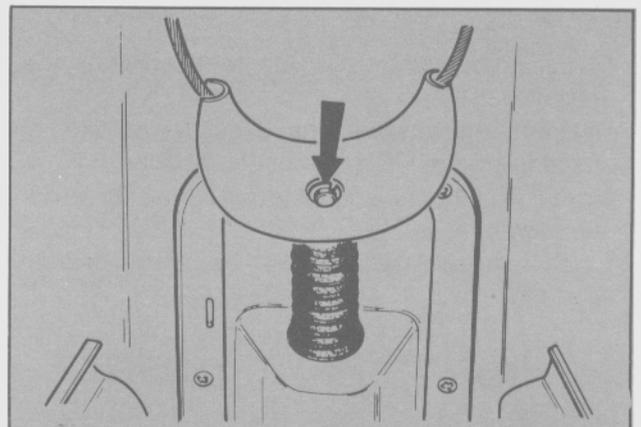

Fig. 14. Anillo de retención del perno de la horquilla del cable de freno de estacionamiento
- Instalar el cable a la palanca del freno de estacionamiento (Fig. 14).